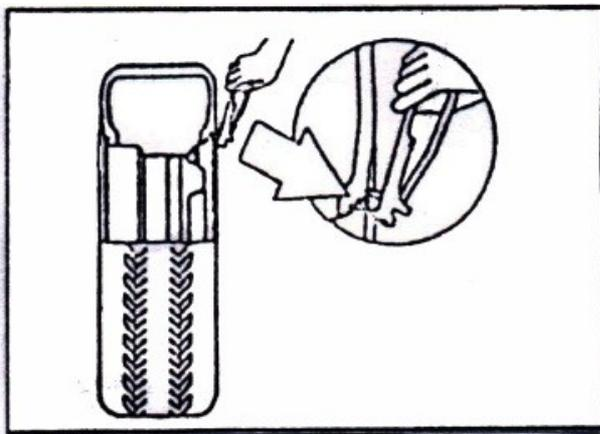

FIG 17
**4.1.1** Dégonfler totalement le pneu en retirant l'obus de valve. Utiliser la pince à masses spéciale pour retirer les anciennes masses de la jante (fig17).